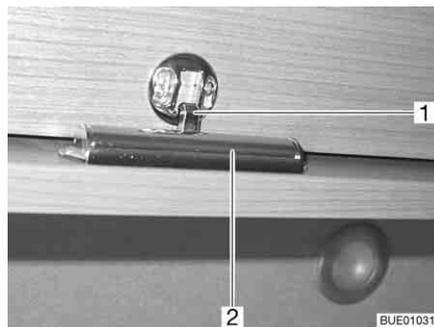

Bild 69 Möbelklappe mit Entriegelungsleiste
- Entriegelungsleiste (Bild 69,2) auf der Innenseite der Möbelklappe drücken und gedrückt halten.
- Möbelklappe herunterdrücken, bis die Verriegelung (Bild 69,1) hörbar einrastet.